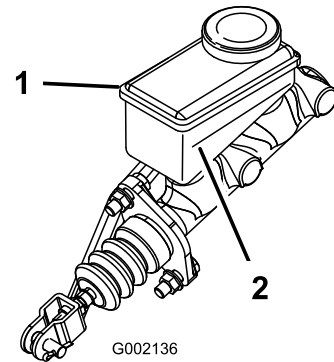

図 16
- タンクの側面についているマークで、量を点検する 図 16。
- 最低ラインより上まで DOT 3 ブレーキ液を補給する 図 16。